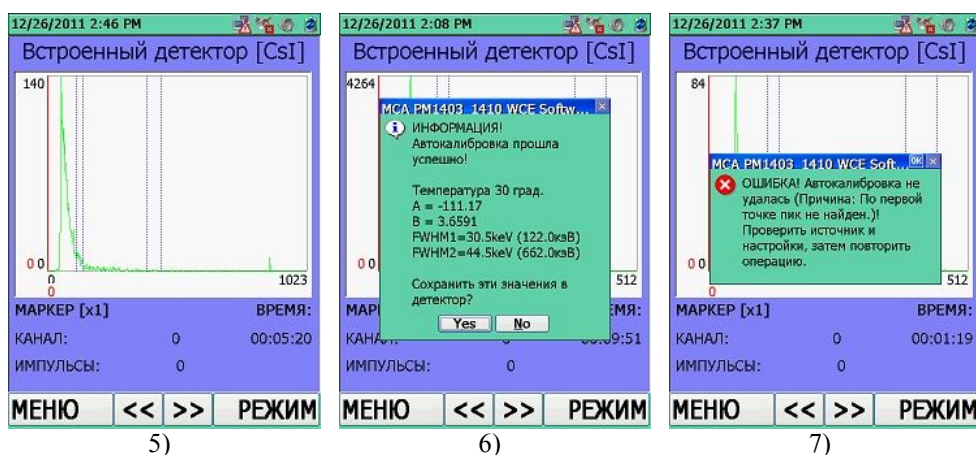

Рисунок 11.40
Для запуска режима энергетической автокалибровки "Энергетическая автокалибровка" необходимо в окне режим настройки параметров прибора "Настройки прибора" переместить выделенный маркер на соответствующую строку, рисунок 11.40 (1). Перемещение маркера осуществляется при помощи кнопок джойстика ВВЕРХ/ВНИЗ. Подтвердить переход в опцию "Energy auto calibration" необходимо нажатием центральной
- В окне "Выбор режима", рисунок 11.40 (2):
- В окне "Настройки", рисунок 11.40 (3):
Прибор перейдет к индикации средней скорости счета регистрируемых импульсов фотонного излучения. Приблизить прибор к объекту, с которого будет сниматься спектр на такое расстояние, чтобы скорость счета по БД была в пределах от 150 до 900 имп/с. Шкала зеленого цвета (рисунок 11.40 (4)) свидетельствует о том, что средняя скорость счета гамма-канала соответствует оптимальной загрузке (от 150 до 900 имп/с). Оптимальная загрузка гамма- канала обеспечит в результате достоверное и неискаженное накопления спектра. Для
На экране отобразится накапливаемый спектр, рисунок 11.40 (5). При снятии спектра на ЖКИ индицируется нарастающее изображение накапливаемого спектра и время, прошедшее с начала накопления спектра. Отображение спектра на ЖКИ обновляется каждые 10 с. По истечении времени накопления спектра (рекомендуемое значение – 600 с) прибор остановит накопление и автоматически произведет идентификацию. В случае успешного завершения энергетической автокалибровки, прибор предложит сохранить рассчитанные калибровочные коэффициенты, рисунок 11.40 (6). Иначе на экране появится ошибка, рисунок 11.40 (7).